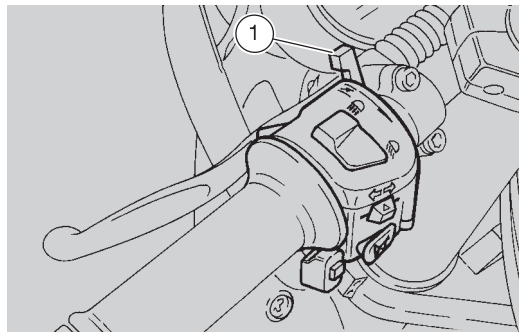

Fig. 24
Si le démarrage se fait à moteur froid, tourner vers le bas le levier "↘" (1-Fig. 24).
- Réchauffer le moteur jusqu'à ce qu'il tourne normalement avec le levier de l'air "↖" (1 - Fig. 24) complètement poussé vers l'avant.
Ne pas utiliser le levier de l'air "↖" (1 - Fig. 24) pour démarrer à moteur chaud.**
- reporter le levier de l'air "↖" (1 - Fig. 24) complètement vers l'avant;